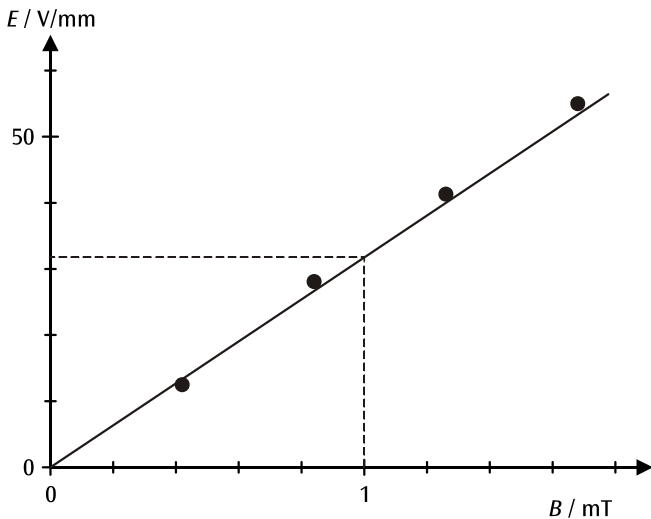

Fig. 6: representação gráfica dos valores de medição da tab. 4
e) Para a confirmação da equação (7) calcula-se dos valores de medição da tab. 2 os pares de valores B e E , nos quais o desvio do feixe de elétrons é compensado a zero (veja tab. 4) e representa o resultado de um diagrama E - B . (veja fig. 6).